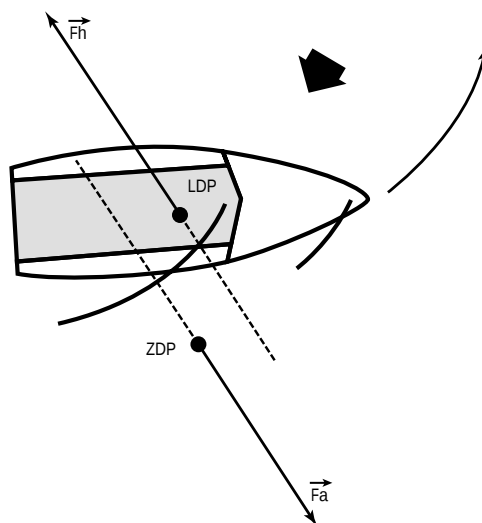

Fig. 107: loefgierige boot
1. De boot is loefgierig (zie fig. 107):